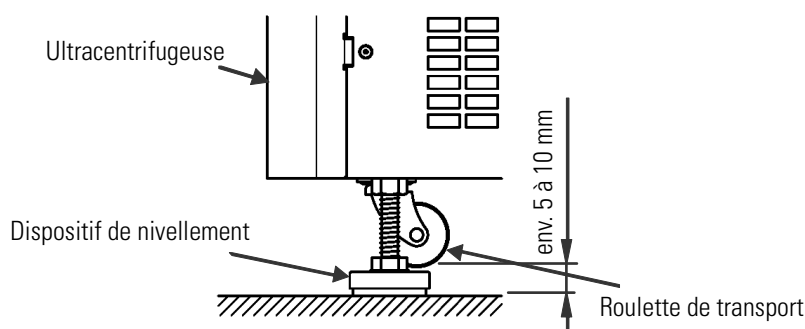

Figure 5-2. Alignement de l'ultracentrifugeuse
(1) Tourner les dispositifs de nivellement avec une clé et lever les roulettes de transports de 5 à 10 mm du sol, voir Figure 5-2.